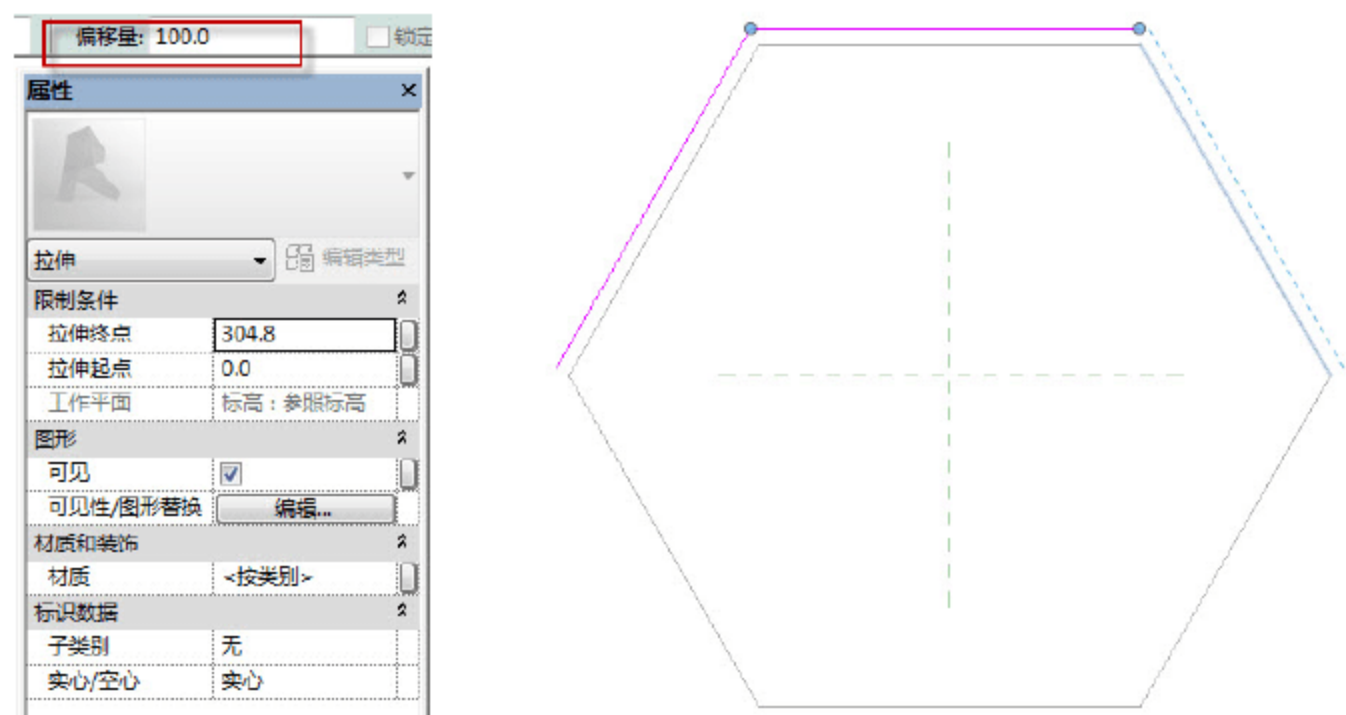

图 2.1.83 定义垫层长和宽
(6) 定义垫层长和宽。选择“创建”→“拉伸”→“拾取线”命令，在“偏移量”栏，输入 100（垫层超出承台 100mm），绘制垫层平面，如图 2.1.83 所示。